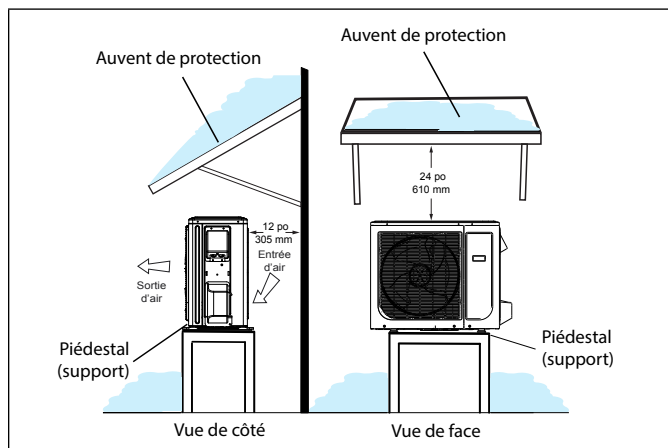

Figure 18. Unité extérieure sur piédestal avec auvent de protection
- Si l'unité extérieure peut être exposée de manière prolongée aux rayons directs du soleil et atteindre des températures dépassant 100 °F (38 °C), il est recommandé de construire un auvent comme illustré à la « Figure 18. Unité extérieure sur piédestal
- Installer l'unité à l'écart des porte-à-faux des toits pour empêcher l'eau ou la glace de tomber sur ou devant l'échangeur ou l'unité. Construire un auvent comme illustré à la « Figure 18. Unité extérieure sur piédestal avec auvent de protection ».